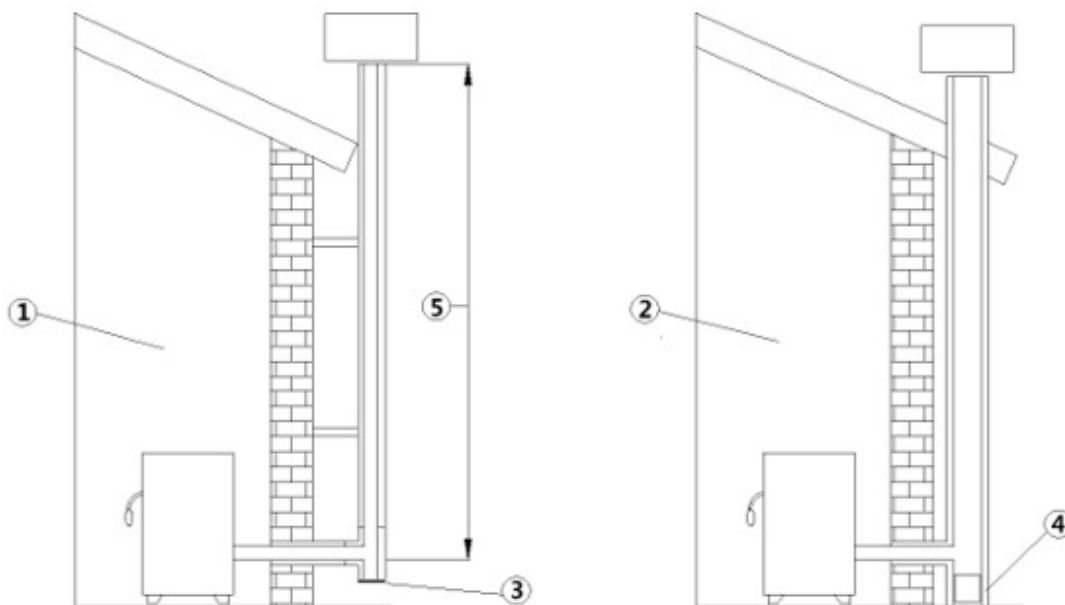

Fig. 2 - Aftrækskanaler
TEGNFORKLARING	Fig. 2
- Aftrækskanalen skal være enkelt (se **Fig. 2**) med isolerede rør i rustfrit stål (1) eller på eksisterende aftrækskanal (2).
- Begge løsninger skal have en inspektionsprop (3) og/eller -lem (4).